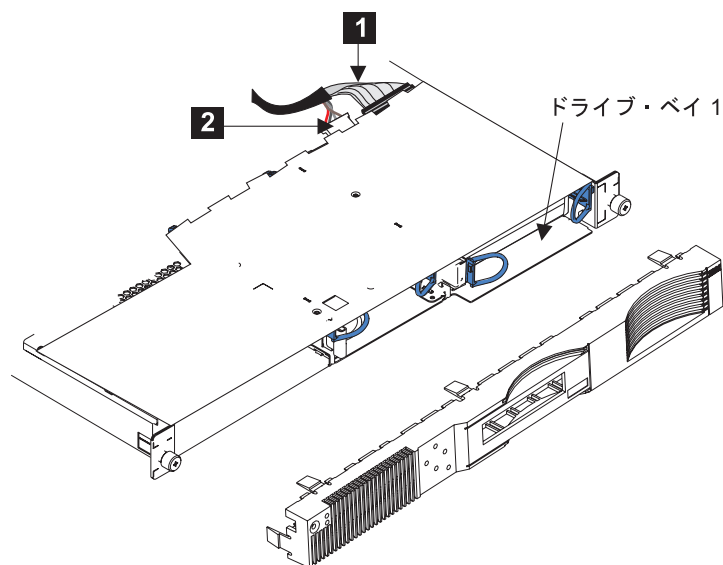

図 94. SAN ボリューム・コントローラー 2145-4F2 ディスク・ドライブ・ケーブルの交換
1. SCSI シグナル・コネクタ **1** と電源コネクタ **2** をディスク・ドライブの背面に接続し、ケーブルを交換します。361 ページの図 94 を参照してください。